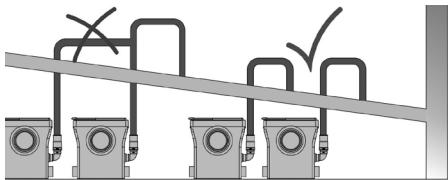

Рисунок 9 – Отдельный вход для каждой напорной трубы
- для напорного трубопровода необходимо предусмотреть отдельный вход в канализационный лежак или стояк. Совмещение его с другими канализационными трубами недопустимо (см. рисунок 9);